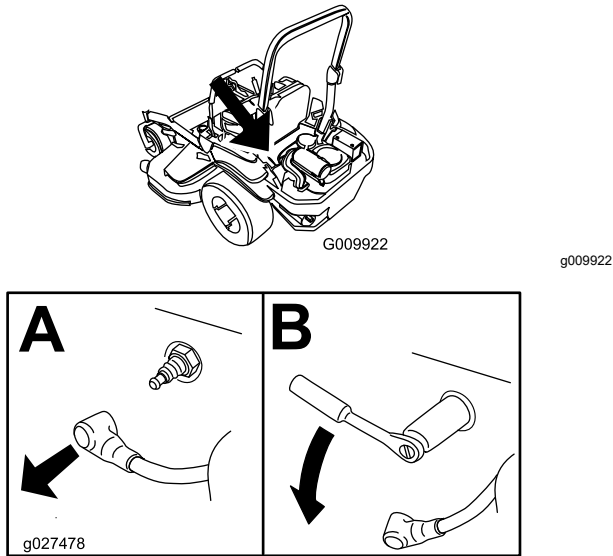

Figure 67
4. Localisez et retirez la ou les bougies comme montré à la Figure 67.